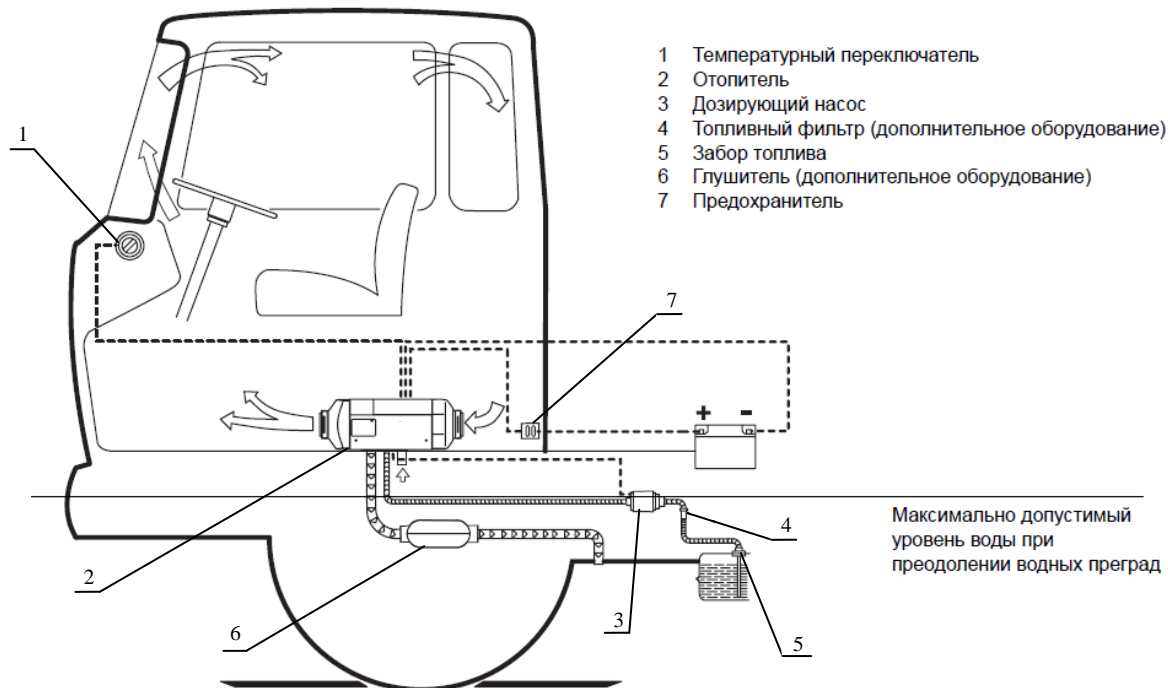

Рис. 1
1. СХЕМА СИСТЕМЫ АВТОНОМНОГО ВОЗДУШНОГО ОТОПЛЕНИЯ В КАБИНЕ (рис. 1)